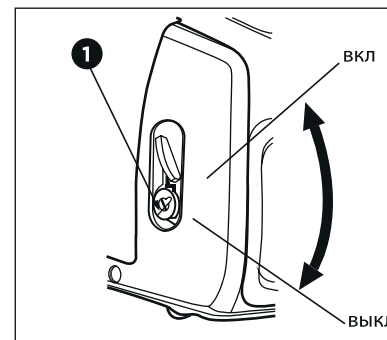

Рисунок 16.
В аварийной ситуации для остановки двигателя переведите выключатель 1 двигателя в положение «ВЫКЛ» (рис. 16).
3. Переведите выключатель двигателя в положение «ВЫКЛ» (рис. 16).